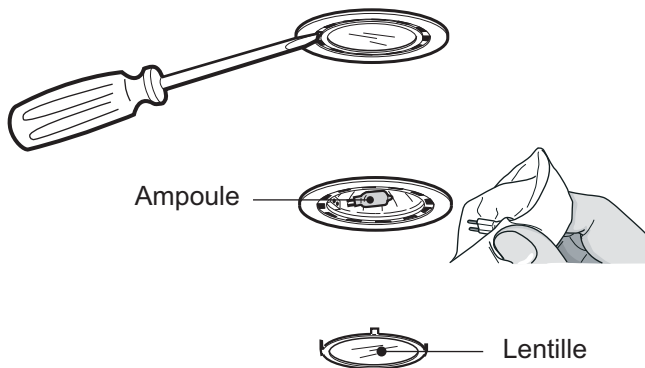

Figure 7 : Remplacement des ampoules halogènes
1. À l'aide de la lame d'un tournevis plat ou d'un outil équivalent, détachez les lentilles de protection en faisant levier, comme illustré sur la *Figure 7*.